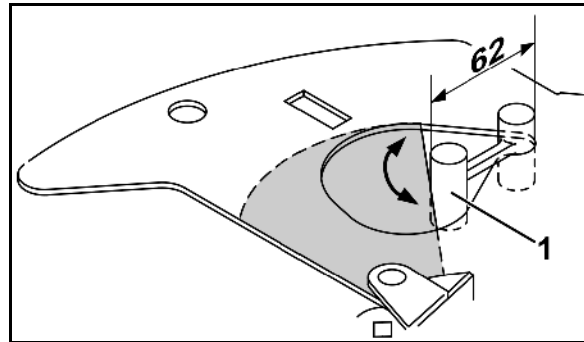

図 8
2. 設定ゲージ (図 8/1) の終端を排出口の突出部に差し込みます。